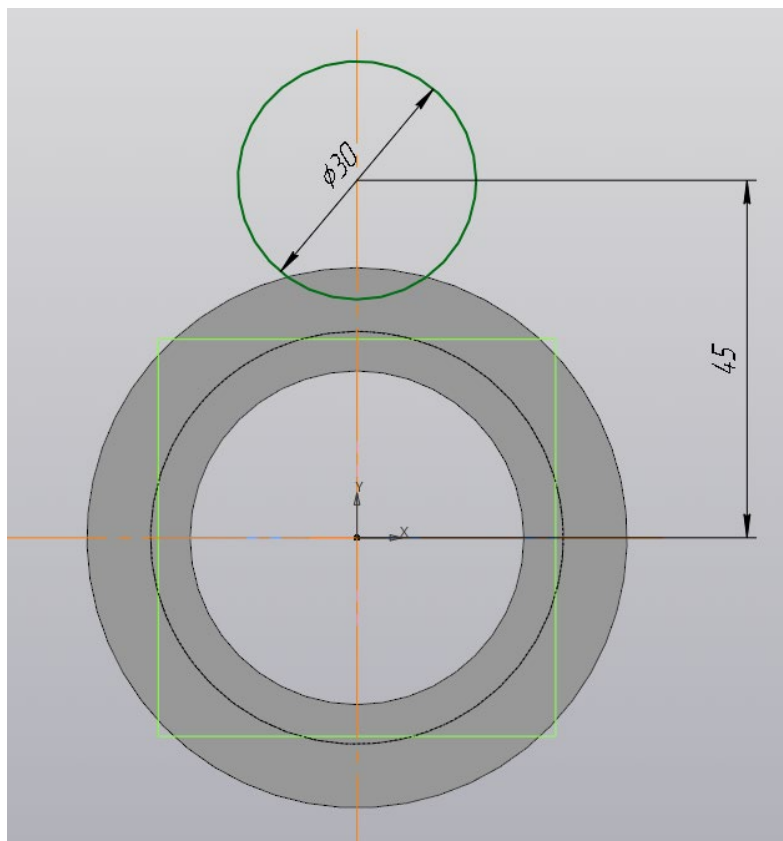

Рисунок 6 – Эскиз на верхней внутренней поверхности крышки
1.6 Создайте новый эскиз на верхней внутренней стороне крышки в виде окружности диаметром 30 мм на расстоянии 45 мм от точки начала координат (рис. 6). Вырежьте ее, используя команду «Вырезать выдавливанием» с применением способа «Через все». Результат показан на рисунке 7.